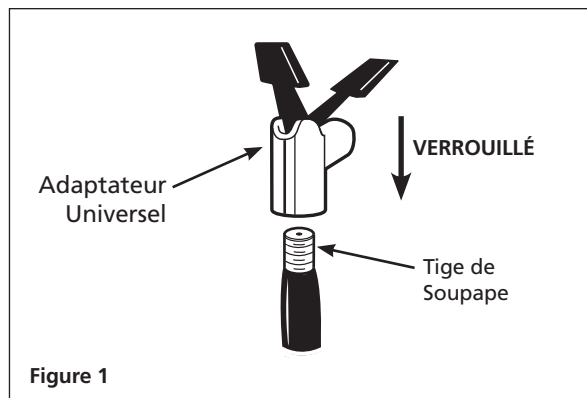

Figure 1
1. Enlever le capuchon de la tige de soupape. Fixer l'adaptateur universel du gonfleur à la tige de soupape avec le levier dans la position supérieure. S'assurer de presser l'adaptateur universel par dessus les filets de la tige de soupape complètement. Une fois que l'adaptateur universel soit fermement en place, presser le levier de verrouillage afin de le verrouiller en place sur la tige de soupape (Voir Figure 1).
2. Pour utiliser les accessoires de gonflage, introduire la pièce dans l'adaptateur universel et presser le levier pour le verrouiller en place (Voir Figure 1). L'accessoire de gonflage s'ajustera avec sûreté.